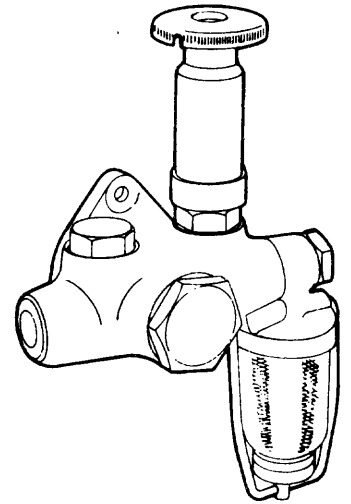

Fig. 3
*Bomba de transferencia (fig. 3)*